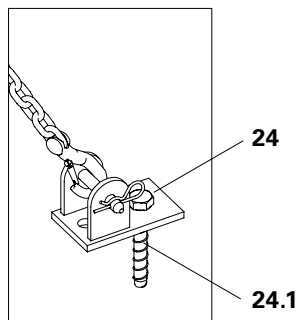

Fig. A7.03b
3. Sécuriser la chaîne de coffrage à la platine de pied au moyen de boulon et sécuriser le boulon par une goupille de sécurité. (Fig. A7.03b)